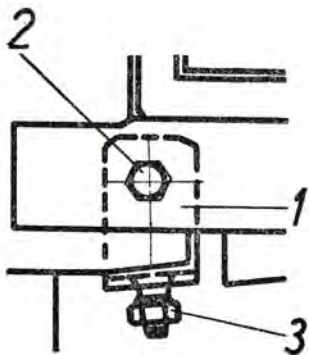

Abb. 146
12. Auf der linken Seite des Fahrerhauses ist ein Winkeleisen (Abb. 146/1) mittels Schraube
- M 8 \times 20 (Abb. 146/2), Unterlagscheibe $\varnothing 8,2$ und Mutter M 8 zu befestigen.
13. Übereinstimmend mit zwei Bohrungen im Winkeleisen sind im Kotflügel Bohrungen $\varnothing 8,2$ auszubohren und das Winkeleisen ist mit zwei Schrauben M 8 \times 20, der elastischen Unterlagscheibe $\varnothing 8,2$ und der Mutter M 8 (Abb. 146/3) am Kotflügel anzuschrauben.